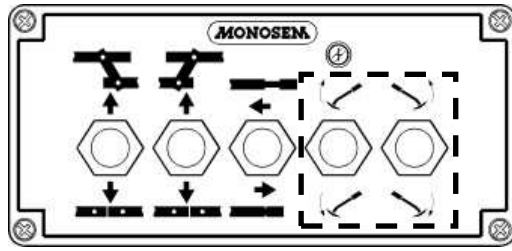

Fig. 1
- 6 ► Avec le boîtier de commande (fig.1), actionner la descente du rayonneur voulu.
- 6 ► With the control panel (fig. 1), activate lowering of the desired furrower.
- 6 ► Mit dem Bediengerät (Abb. 1) den gewünschten Spuranzeiger absenken.
- 6 ► Met de bedieningsunit (fig. 1) de gewenste daling van de vorenpakker activeren.